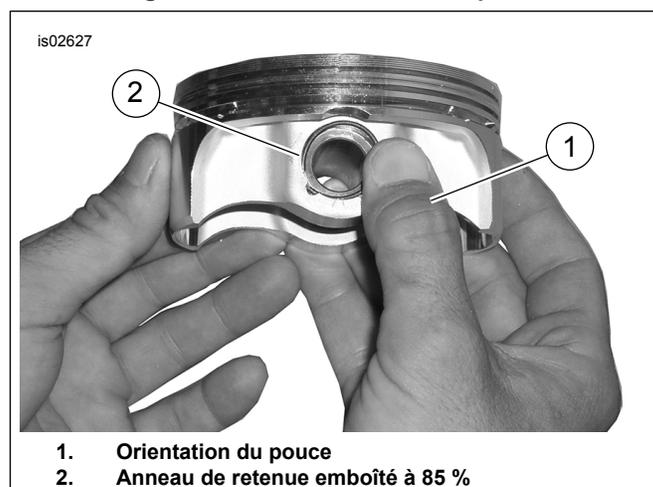

Figure 4. Pose de l'anneau de retenue
2. Voir Figure 4. Placer le pouce (1) tel qu'illustré et appuyer fermement jusqu'à ce qu'environ 85 % de l'anneau de retenue (2) soit emboîté dans la rainure.